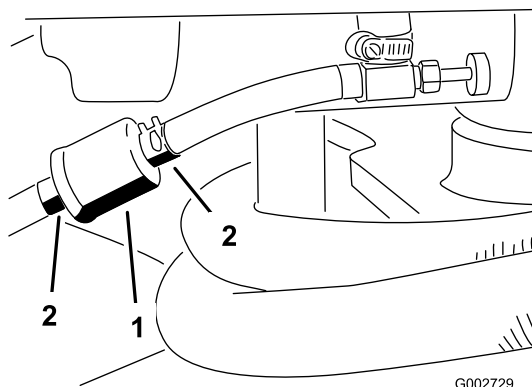

Figure 31
1. Fermez le robinet de carburant, desserrez le collier de flexible côté carburateur et débranchez la conduite d'alimentation du filtre (Figure 31).